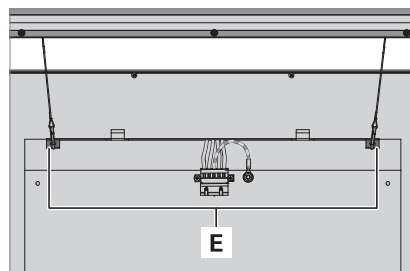

Fig. 7: Agganciare l'elemento luce diretta.
- ▶ Agganciare l'elemento luce diretta nei due ganci E del telaio dell'apparecchio d'illuminazione vedi Fig. 7.